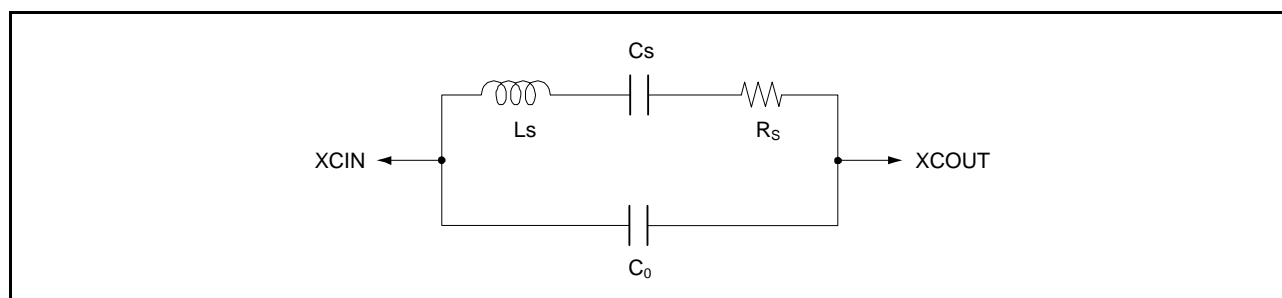

図 9.6 水晶振動子の等価回路
32.768kHz 水晶振動子の等価回路を**図 9.6** に示します。水晶振動子は**表 9.5** に示す特性のものを使用してください。